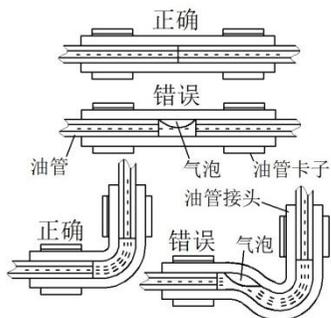

图 18
4.4.2.4 油管与油泵、主机、油箱（取油嘴）之间的连接，应使用本机所配的油管接头，并用油管卡子卡紧。防止连接处有气泡产生（图 18）。